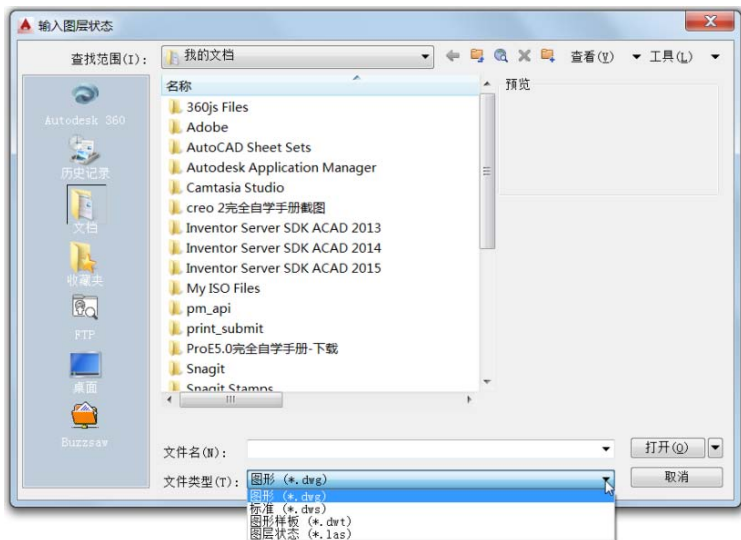

图 6-30 “输入图层状态”对话框
(8) “输入”按钮：单击该按钮，打开图 6-30 所示的“输入图层状态”对话框，从中可以选择将先前输出的图层状态（LAS）文件加载到当前图形，也可以输入 DWG、DWS 或 DWT 文件中的图层状态。输入图层状态文件可能导致创建其他图层。